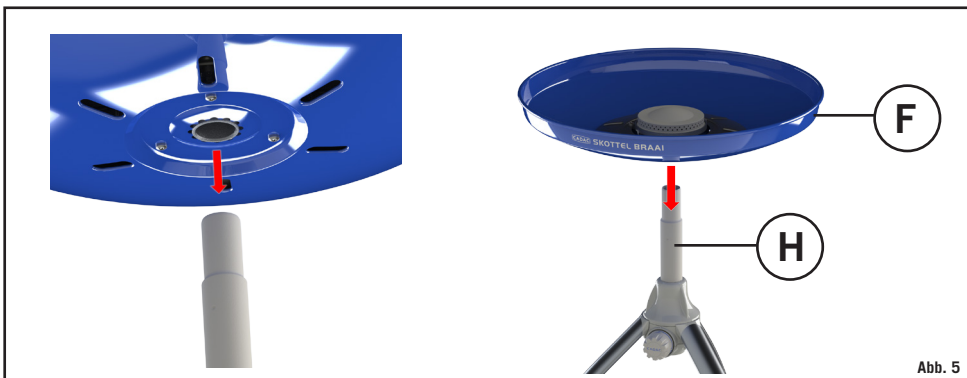

Abb. 5
- Setzen Sie die Brenner-Pfanne (F) auf das Rohr (H) und achten Sie dabei darauf, dass sie richtig abgedichtet ist. (Siehe Abb. 5).